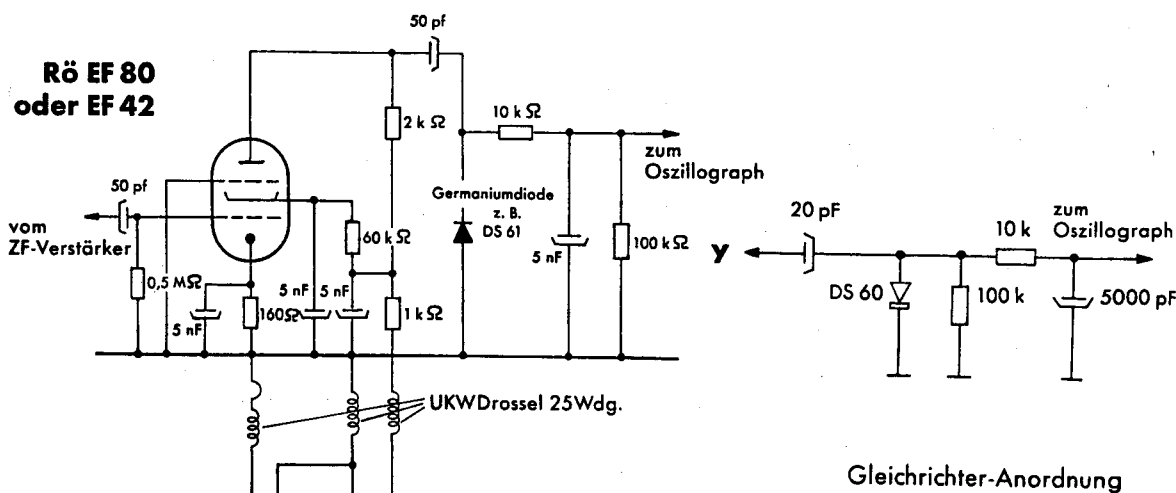

Bild 14
- Am Punkt Y (Bild 13) schließt man den Oszillographen über eine Gleichrichteranordnung, besser noch über eine Verstärkeranordnung mit Gleichrichter, an: Bild 14 zeigt die Schaltung dieser Anordnung, die man sich leicht selbst bauen kann. Die Anordnung mit Verstärker ist vorzuziehen, weil man damit auf dem Oszillographen eine höhere Kurve schreiben kann, ohne den ZF-Verstärker zu übersteuern.